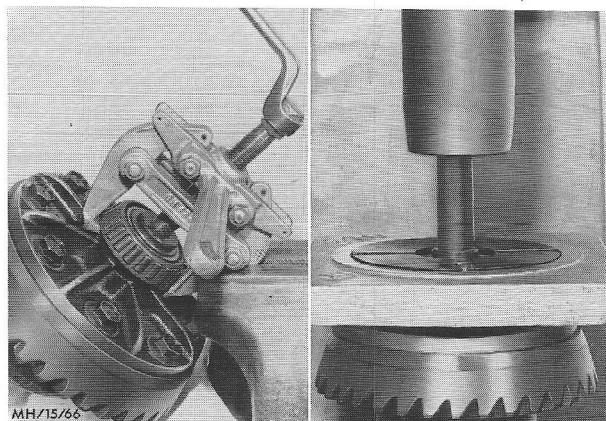

Fig.64 Trek de lagers van het satellietenhuis.
51. Bevestig trekker 15-026 onder een van de conische rollagers van het satellietenhuis en klem de trekker met een arm in een bankschroef. Verwijder op deze wijze beide lagers. Deze handeling kan worden verricht met de tapse grondplaat 370 en de hulpstukken 15-006 (fig.64).